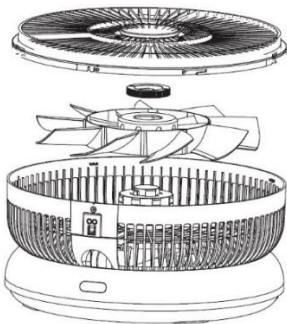

图 11
- 前网和扇叶可以拆卸取出清洗灰尘 (如图 11)，机身可以用微湿的布擦拭，严禁水洗。